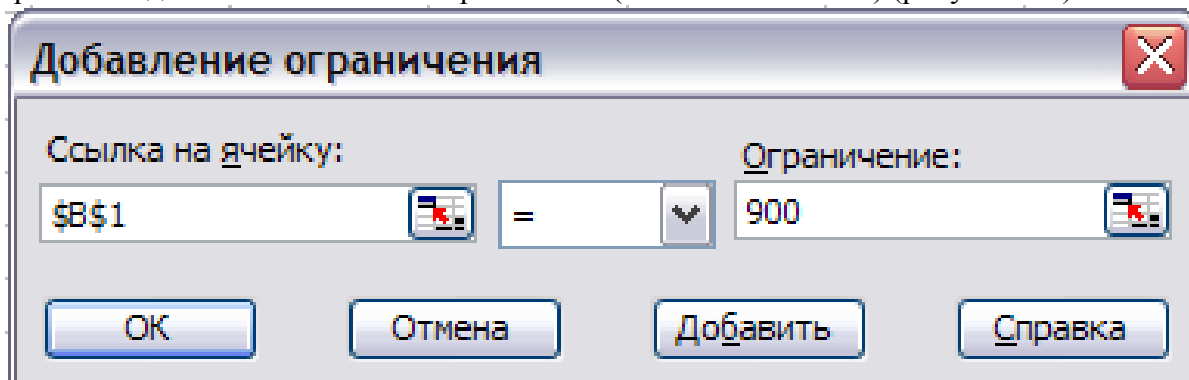

Рисунок 3.6 – Диалоговое окно «Добавление ограничения»
7. В поле ввода "Ограничения" при нажатии кнопки "Добавить" появляется окно диалога "Добавить ограничения". В поле ввода "Ссылка на ячейку" вводится \$B\$1. В поле ввода "Ограничение" вводится = и число 900. При помощи кнопки "Добавить" таким же образом вводятся все остальные ограничения (ячейки \$B\$2:\$B\$6) (рисунок 3.6).